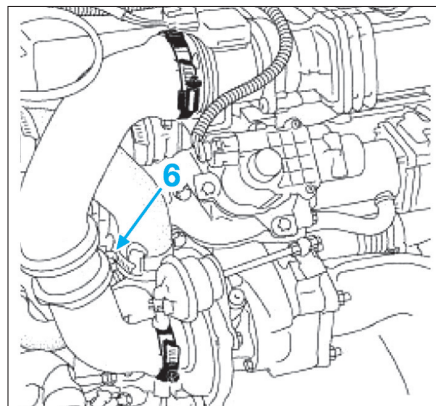

Fig. 63
- Desserrer les vis des colliers (5) du tuyau d'air en sortie de filtre à air.
- Desserrer la vis du collier (6) du tuyau d'air en sortie de turbocompresseur (Fig.63).